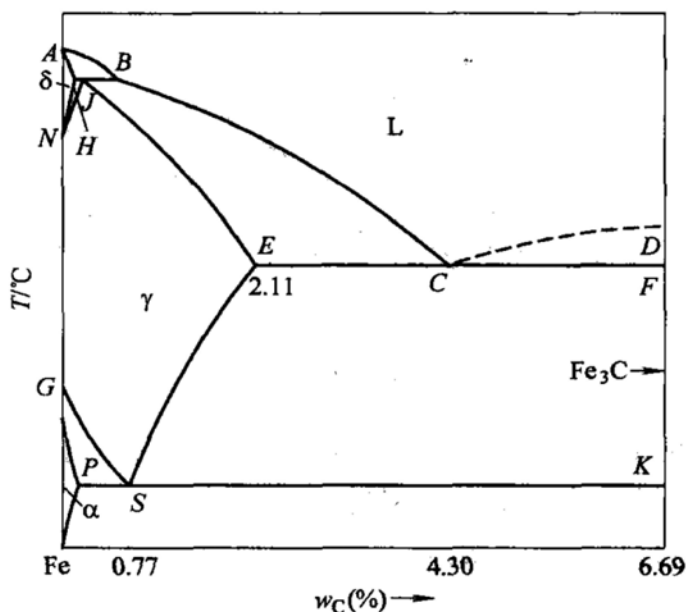

图 11-1 第三题图
- 三、(每小题 10 分, 共 70 分) 根据图 11-1 所示铁碳亚稳平衡相图和你所学所有知识, 回答下列问题: